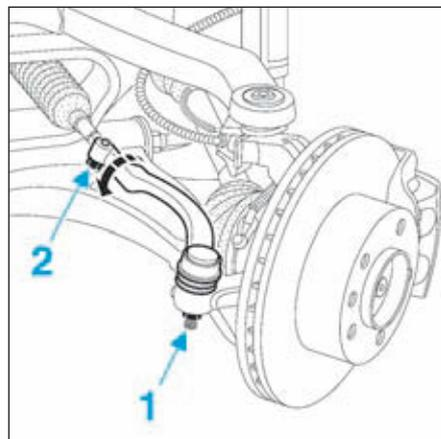

FIG.9
- l'écrou (1) de la rotule de direction (Fig.9),
- la vis (2) de la biellette de direction.